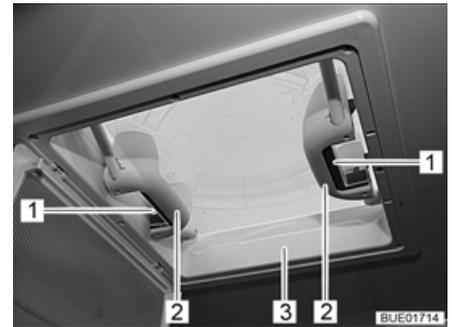

Bild 112 Griffe mit Schnappverschlüssen
- Schnappverschluss (Bild 112,1) zur Innenseite der Dachhaube (Bild 112,3) drücken. Gleichzeitig mit dem Griff (Bild 112,2) die Dachhaube nach oben drücken.
- Dachhaube (Bild 112,3) an beiden Griffen (Bild 112,2) kräftig nach unten ziehen, bis beide Schnappverschlüsse (Bild 112,1) eingerastet sind.